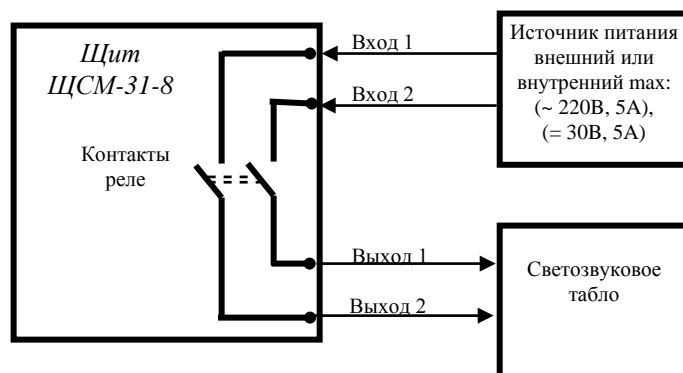

Рис.2. Схема подключения табло к исполнительному реле ЩСМ-31-8.
4. Подключить табло согласно схеме на Рис.2.